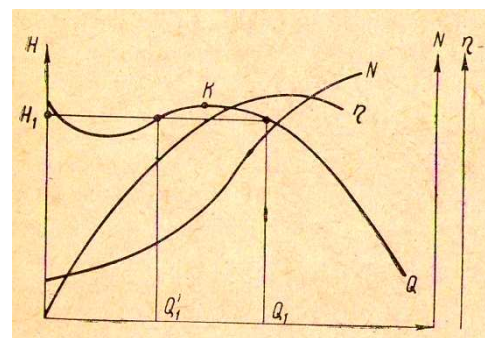

Рис. 11. Характеристика центробежной машины
В центробежных компрессорных машинах так же, как и во всех центробежных машинах, подача не является постоянной величиной. Она зависит от давления в нагнетательном патрубке. Если при неизменном числе оборотов постепенно менять величину открытия напорной задвижки, измеряя при каждом изменении подачу и напор, то, нанеся полученные точки на диаграмму и соединив их плавной кривой, можно получить характеристику машины. Такая характеристика, а также изменение к. п. д. машины и потребляемой ею мощности показаны на рис. 11.
Как видно из рис. 11, наибольшая подача будет при отсутствии противодействия в нагнетательном патрубке. При повышении противодействия подача постепенно уменьшается, а после точки **К** вместе с уменьшением подачи начинает понижаться и создаваемый турбомашинной напор.
2. Дросселирование на всасывании. С уменьшением давления газа на входе в рабочее колесо увеличивается его удельный объем. Так как характеристика машины, изображенная на рис. 11, относится к условиям входа на колесо, становится возможным, оставаясь в зоне устойчивой работы, уменьшать массовую подачу газа. К. п. д. при этом уменьшается, так как при дросселировании теряется разность давления до и после дросселя.